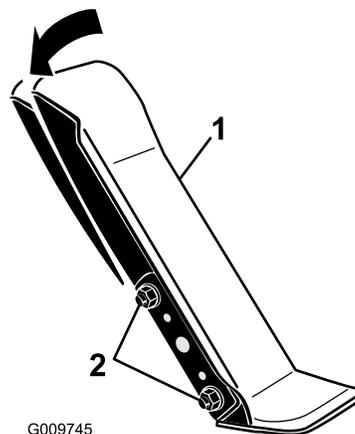

Figura 57
- Allentare i due dadi e bulloni che fissano il lato sinistro del pedale di trazione alla staffa (Figura 57).
- Bulloni e dadi di fissaggio (2)
- Inclinate il pedale nell'angolazione desiderata e stringete i dadi (Figura 57).